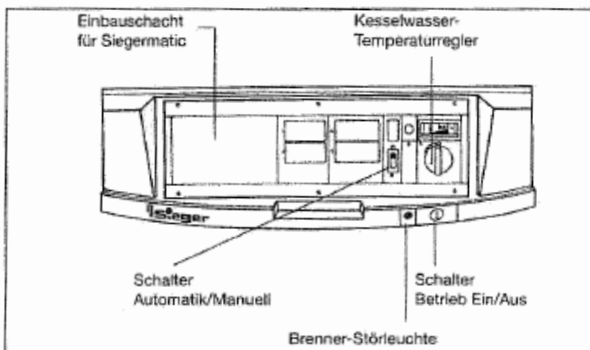

Abb. 2 Bedienelemente
- Blinddeckel von innen aus dem Rahmen herausdrücken (Abb. 2)
- Kabelbäume durch die Einbauöffnung der Frontblende führen (Abb. 2)